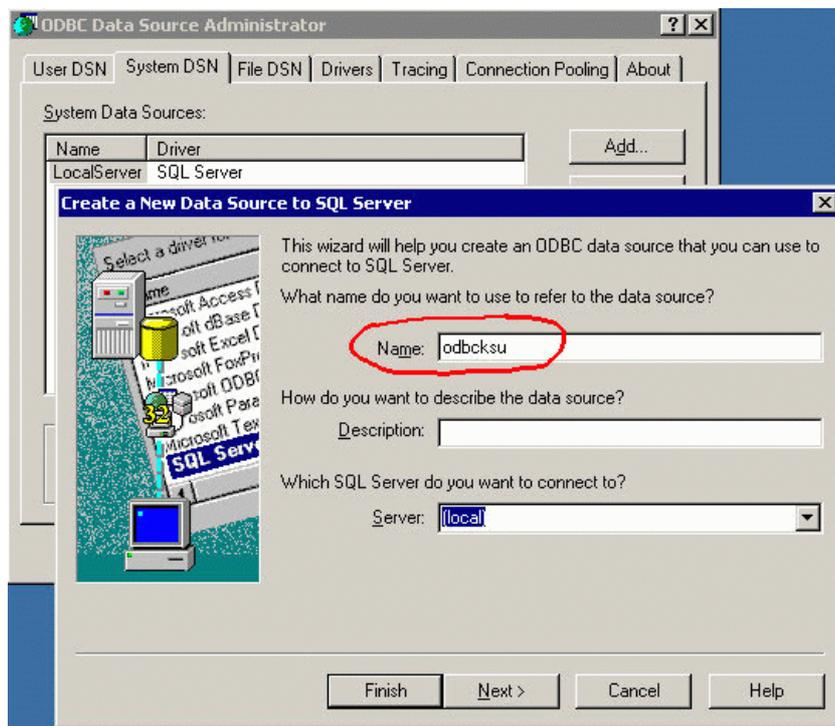

Рис. 8
1. Создать новый ODBC connect на сервере под именем **ODBCksu** (имя должно быть точным!) Рис. 8.